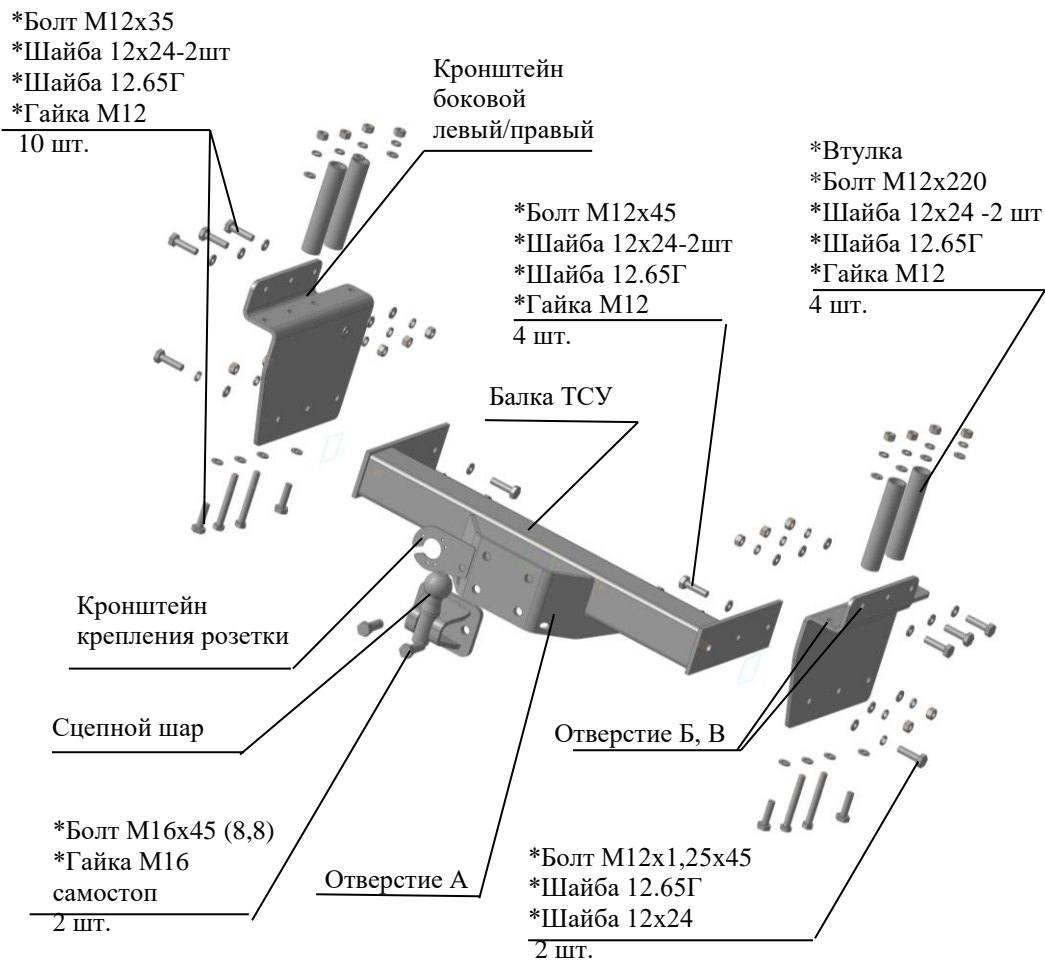

Рис.1 Тягово-цепное устройство 9651.
2.1 ТСУ 9651 в сборе (рис.1)	1 шт.
2.2 Пакет с комплектующими (см. рис.1)	1 шт.
4.1 Совместить задние торцы боковых кронштейнов ТСУ (по ходу а/м) с задней поверхностью рамы а/м. Прижав боковые кронштейны к раме а/м, разметить и просверлить по 4 отверстия Ø13 и по 3 отверстия Ø13 в раме а/м справа и слева, используя отверстия “Б” и “В” в боковых кронштейнах как кондуктор. Закрепить боковые кронштейны ТСУ к боковым полкам рамы и к нижним полкам рамы, вставив внутрь рамы втулки, крепежом соответственно рис.1. Крепеж не затягивать.